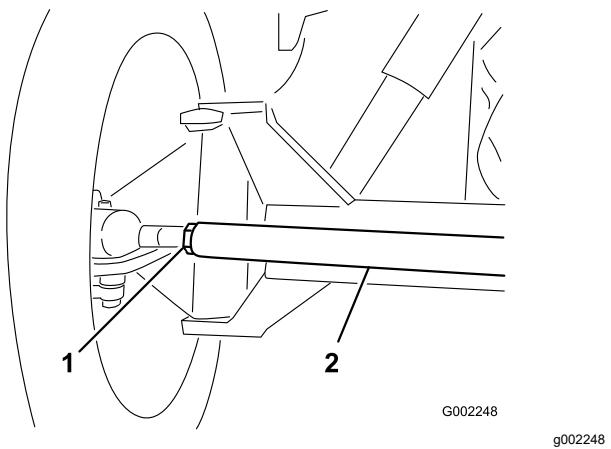

Figura 90
3. Se a medição obtida não corresponder aos valores especificados desaperte as porcas de segurança nas extremidades das barras transversais (Figura 90).